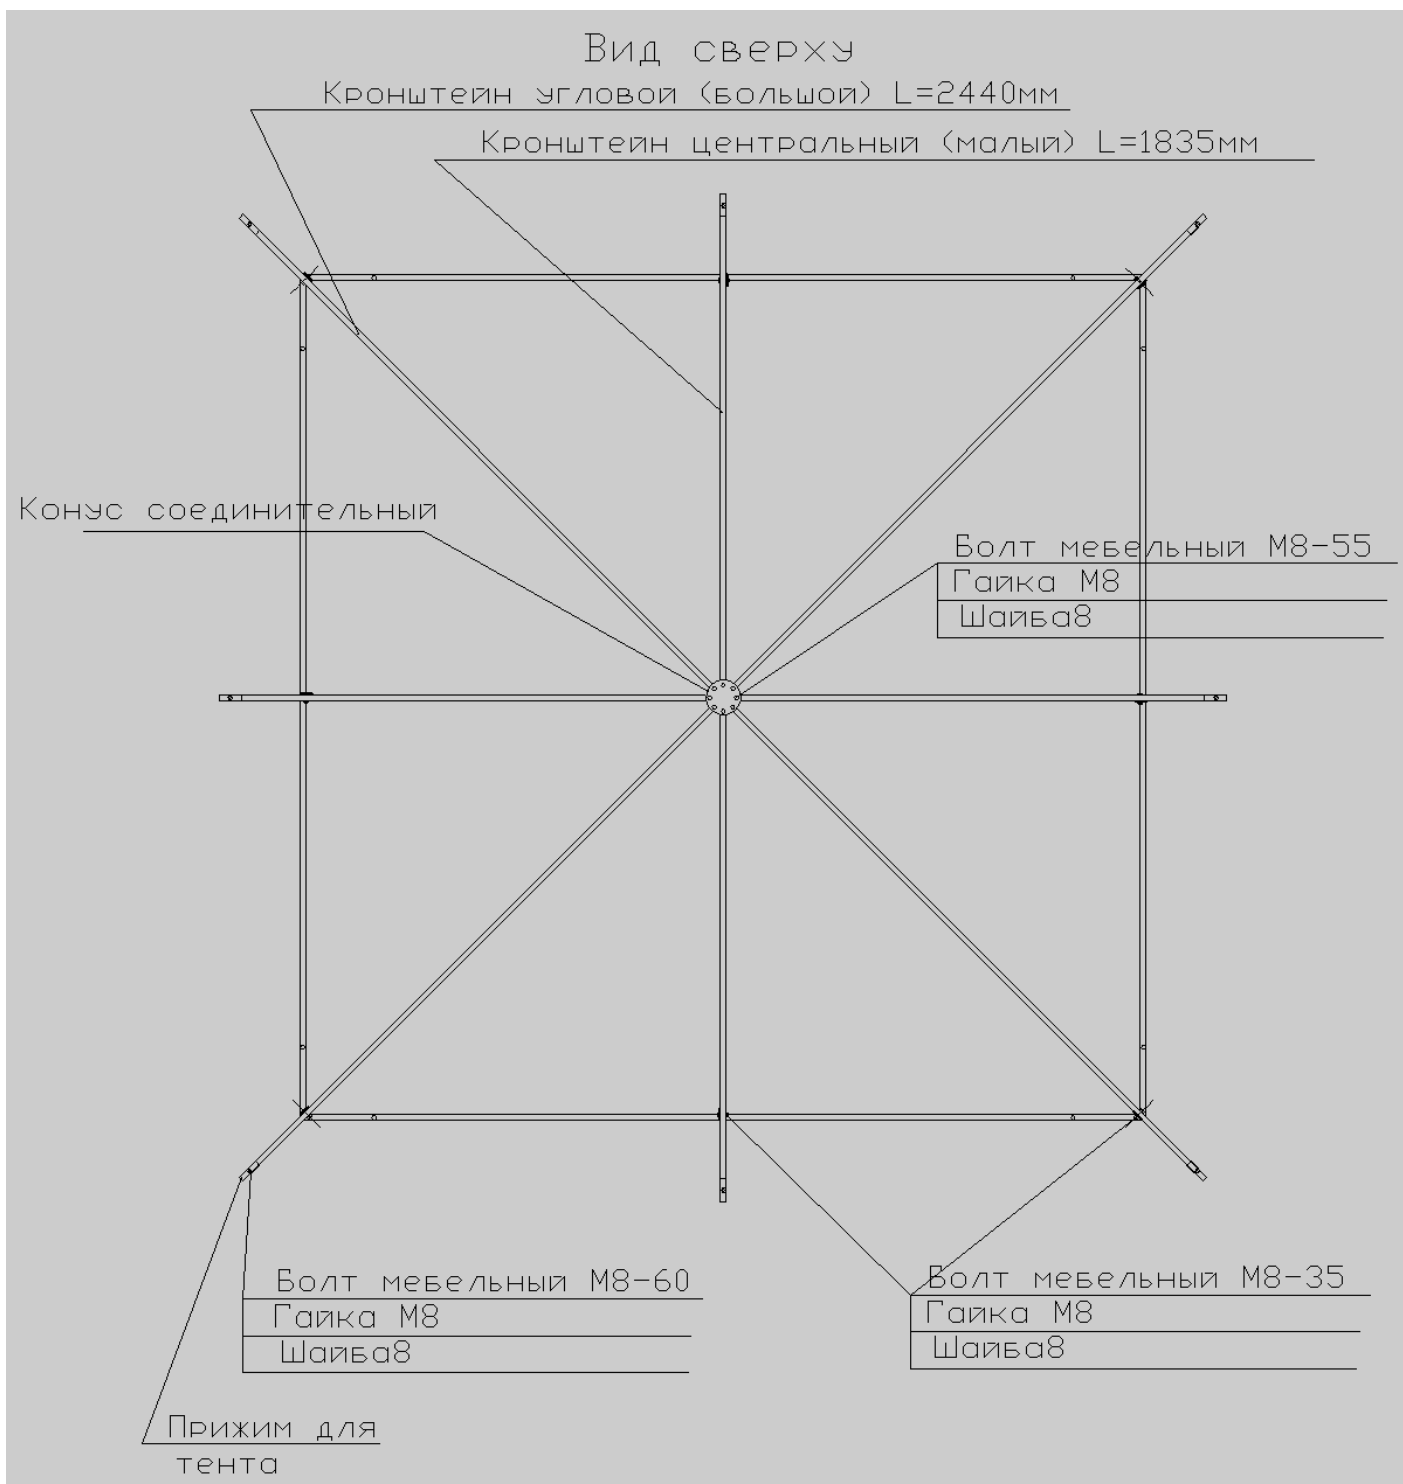

Рис. 3 Навес
2. Сборка навеса: Соединить кронштейны (угловой и центральный) с ушками перекладин болтами (М8-35) с одной стороны и соединительным конусом (болтами М8-55) с другой (Рис. 3)